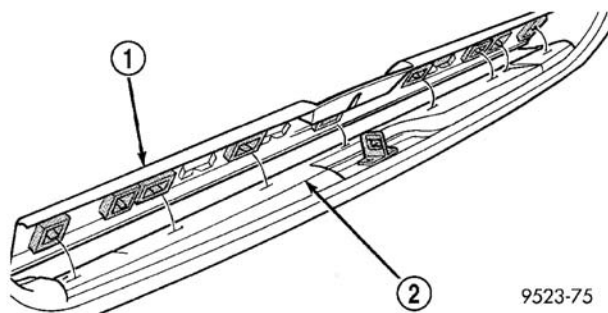

图 9 举升门门槛板
- (1) 断开将门槛板夹至举升门开口门槛的暗夹（图 9）。
- (2) 从车上拆下门槛板。